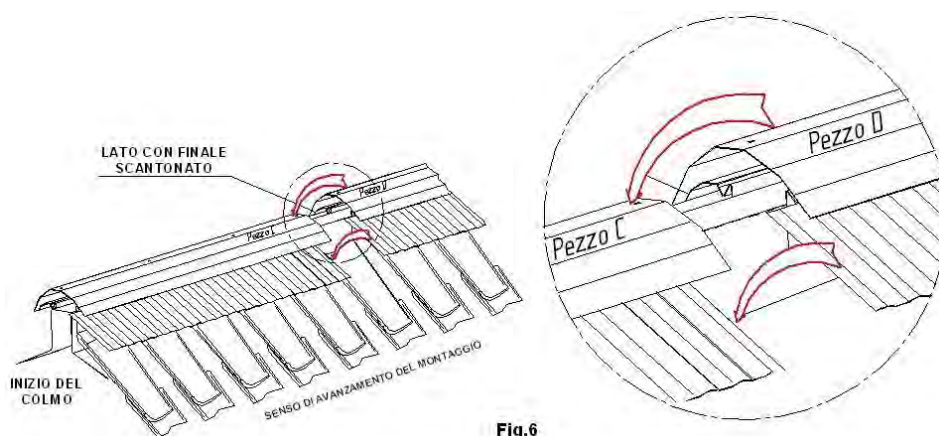

Fig.6
- 5- Posizionare il 2° coperchio (pezzo D) con la parte scantonata verso la parte dritta del 1° coperchio (pezzo C). Alzare il pezzo D e sovrapporlo sopra il Pezzo C in modo che il foro di fissaggio di uno coincida con il foro di fissaggio dell'altro facendo attenzione che le bandelle plissettate del pezzo D si sovrappongono di 2cm alle bandelle plissettate del pezzo C. (Vedi **fig.6**).